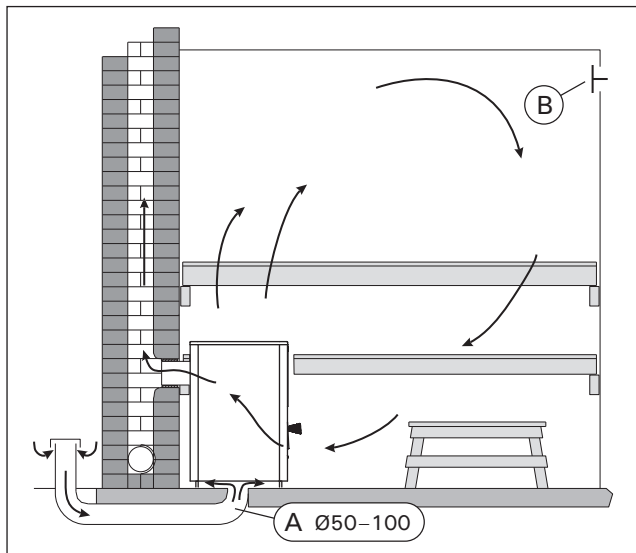

Рисунок 4. Естественная вентиляция
3.2. Вентиляция помещения сауны Естественная вентиляция (рис. 4)